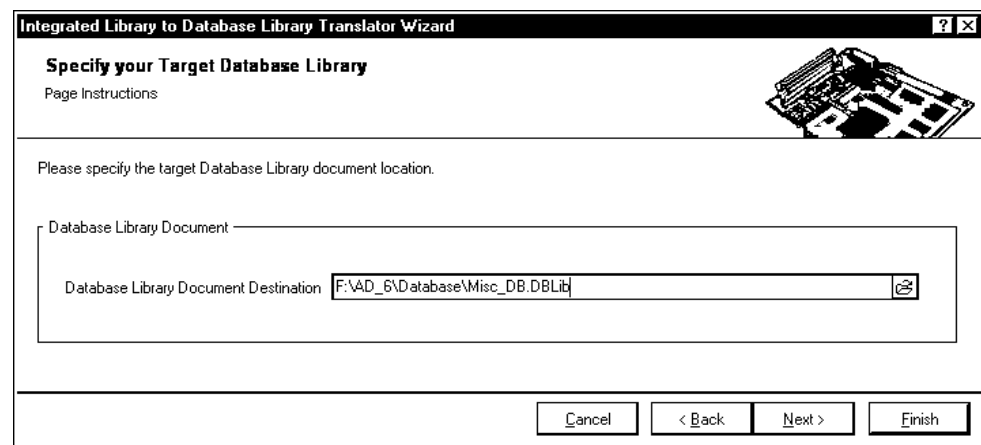

Рис. 11.19. Мастер конверсии интегрированной библиотеки Altium Designer в библиотеку базы данных: объявление пути и имени структуры DBLib
2. Щелчком на кнопке **Next** перейти на следующую страницу мастера (рис. 11.19). На данной странице следует указать адрес соответствующего DBLib-документа. В нашем случае следует образовать новый файл библиотеки с именем `Misc_DB.DBLib`.